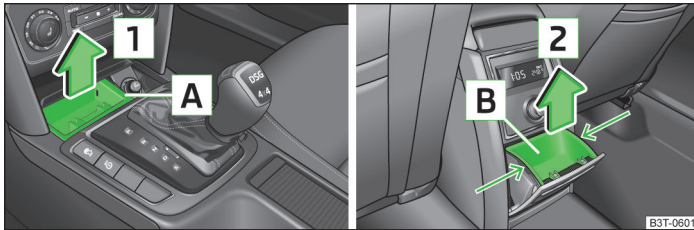

Abb. 71 Mittelkonsole: Aschenbecher vorn / hinten
- Den Aschenbechereinsatz im Bereich **A** » Abb. 71 fassen und in Pfeilrichtung **1** herausnehmen.
- Den Aschenbechereinsatz **B** » Abb. 71 im mit Pfeilen gekennzeichneten Bereich fassen und in Pfeilrichtung **2** herausnehmen.